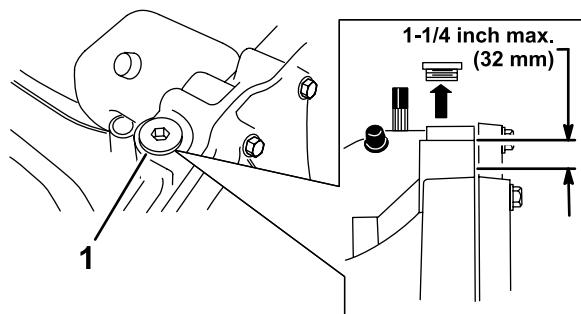

Figura 31
4. Limpie la zona alrededor del tapón de aceite (Figura 31) para que no pueda caer suciedad en el depósito, en caso de tener que añadir aceite.
- Nota:** El nivel debe llegar como máximo a (32 mm) por debajo de la parte superior del orificio de llenado (Figura 31). Añada aceite si es necesario.